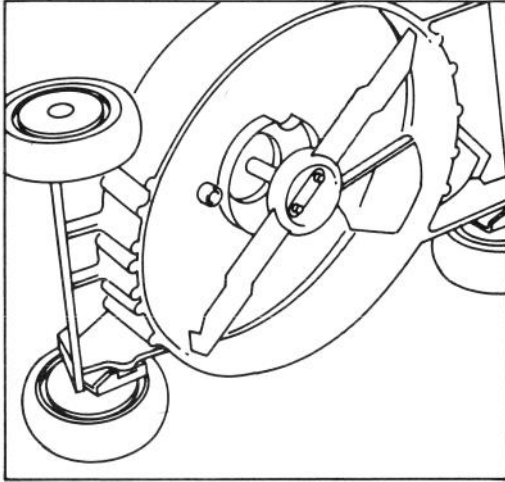

Figure 16
2. Inclinez la tondeuse sur le côté gauche (Fig. 16). Évitez de faire tourner la lame, des problèmes de démarrage risqueraient de se poser.